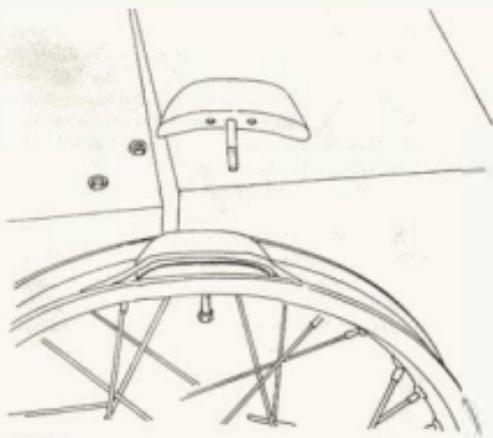

Bild 231
- 3 Wuchtmassen aus Bleiblech an insgesamt 5 Speichen zum Ausgleich der durch den Reifenhalter entstandenen Unwucht. Siehe auch Bild 231!